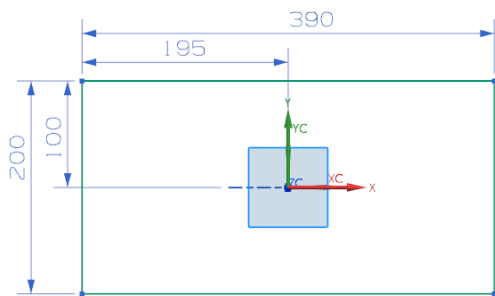

图 5-67 绘制的草图
(2) 在“类型”下拉列表框中选择“基座”, 单击“绘制截面”按钮 , 打开图 5-66 所示的“创建草图”对话框。设置“XC-YC 平面”为参考平面, 单击  按钮, 进入草图绘制环境, 绘制图 5-67 所示的草图。单击“完成”按钮 , 草图绘制完毕。